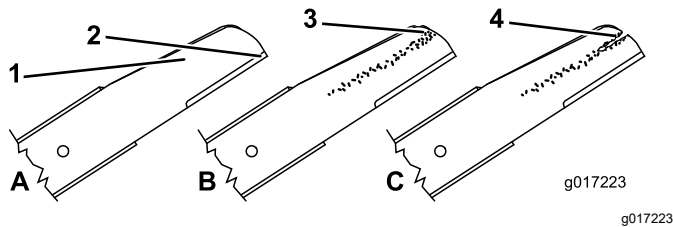

Figura 34
1. Inspeccione los filos de corte (**Figura 34**). Si los filos de corte no están afilados o tienen muescas, retire las cuchillas y haga que las afilen o cámbielas.
2. Inspeccione las cuchillas, especialmente la parte curva (**Figura 34**). Si observa cualquier daño o desgaste, o la formación de una ranura en esta zona, cambie las cuchillas inmediatamente por cuchillas nuevas.